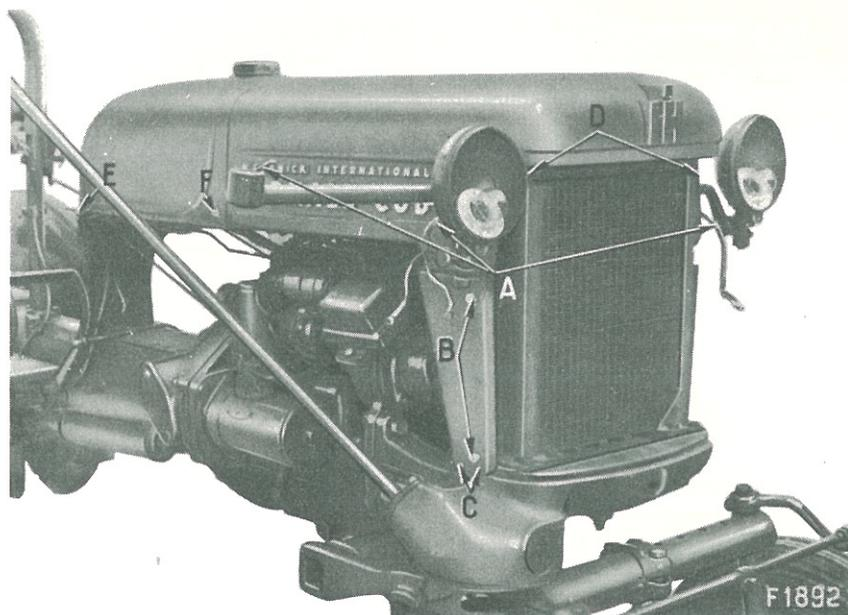

Figure 49
1. Enlevez le bouchon de radiateur et le chapeau du filtre à air. Débranchez les câbles "A" des phares avant (fig. 49) et tirez les câbles par les trous du capot.
3. Enlevez la grille de radiateur en dévissant les vis "B" (fig. 49) situées de chaque côté de cette grille. Enlevez les vis "C" et les vis à tête hexagonale "D" de chaque côté du radiateur. Enlevez les 4 vis du support "E" de capot et de réservoir à essence. Retirez la vis "F" et dégagez les fils électriques du capot.